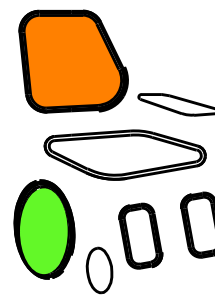

Figura 4 *Indicador de inhibición de conducción*
P. ej. Figura 4: Los LED del respaldo y la rueda motriz en el indicador están parpadeando lentamente. Esto significa que el respaldo está demasiado inclinado, lo que hace que se inhiba la conducción.